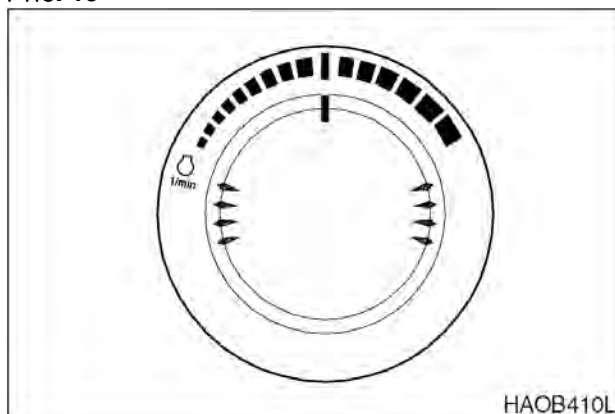

Рис. 20
2. Дать двигателю поработать приблизительно **5 минут** без нагрузки на скорости в середине диапазона скоростей (рис. 20).